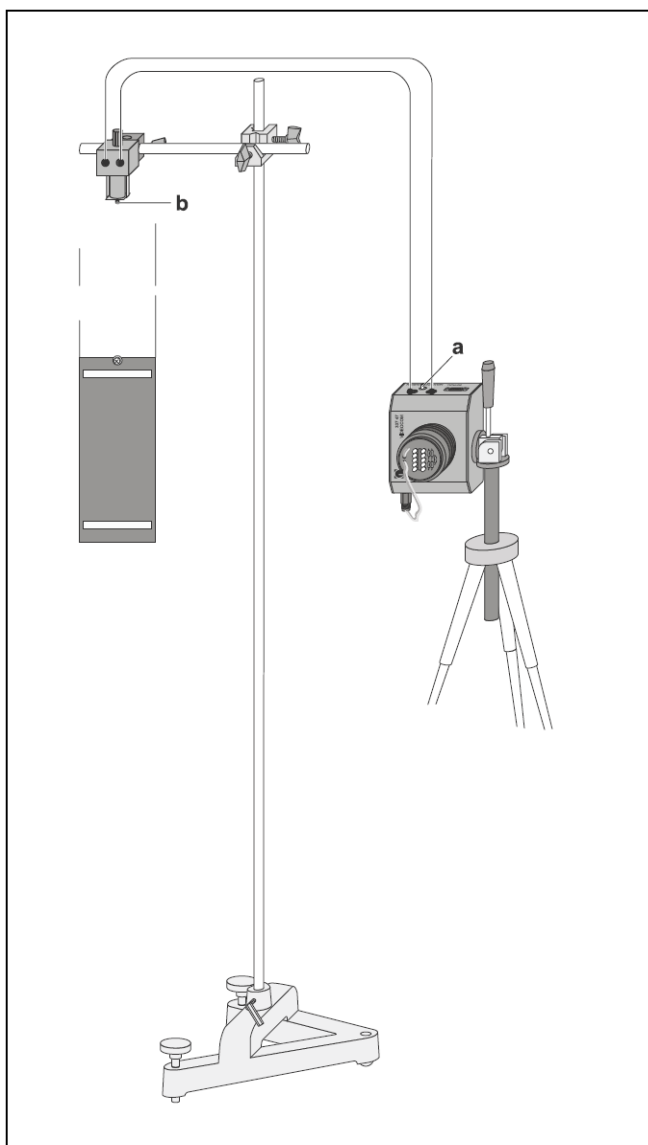

Fig. 1 Montage expérimental pour le tracé de la chute libre avec VidéoCom.
Le montage expérimental est représenté sur la fig. 1.
- Installer l'aimant de maintien sur le matériel support ainsi qu'illustré sur la fig. 1, l'orienter vers le bas et le brancher à la caméra VidéoCom à l'aide de câbles d'expérimentation (voir mode d'emploi de VidéoCom).